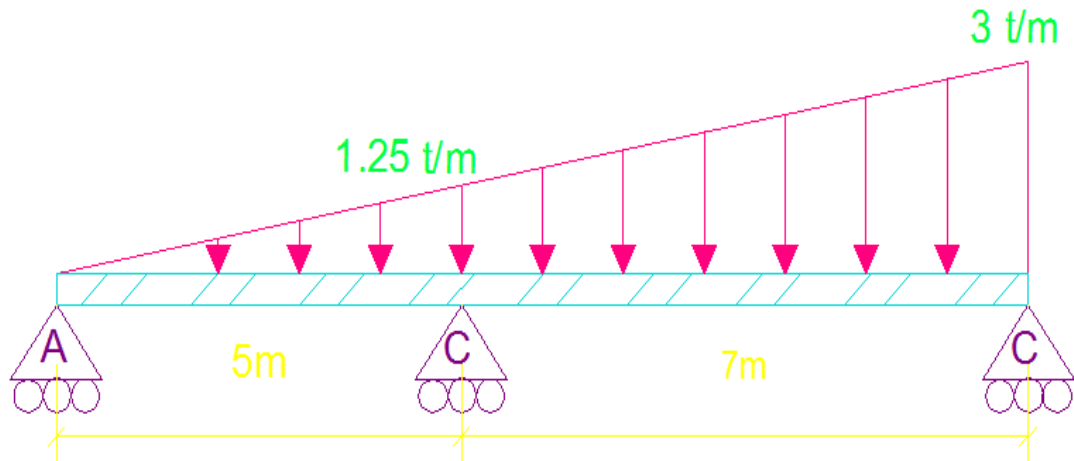

Figura No.5
5.-De la siguiente estructura figura No. 5, calcular las reacciones de los apoyos, obtener la ecuación de la fuerza cortante, momento y fuerza axial y trazar los diagramas correspondientes.